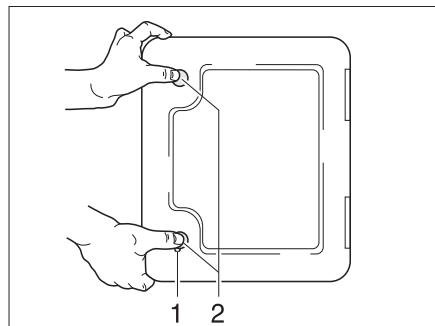

Fig. 30 Trampilla para el inodoro cassette
- Introducir la llave en el cilindro de cierre del cierre a presión (Fig. 30,1) y girarla un cuarto de vuelta.
- Presionar ambos cierres a presión (Fig. 30,2) al mismo tiempo con el pulgar y abrir la trampilla para el inodoro cassette.
- Introducir la llave en el cilindro de cierre (Fig. 30,1) y girarla un cuarto de vuelta.